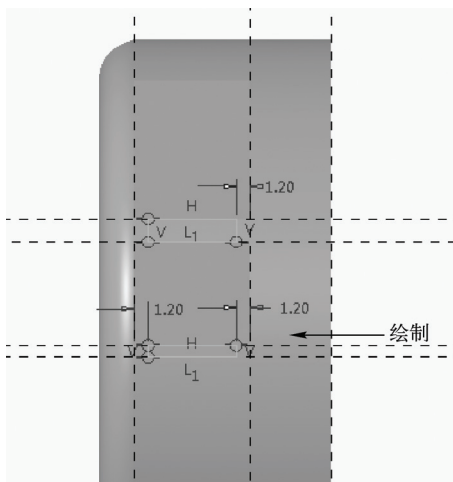

图 17-35 绘制草绘截面四
STEP 12 使用“拉伸”命令，选择“DTM2”平面作为草绘平面，接受默认的草绘视图方向和参考，单击“草绘”选项卡中的相应按钮，绘制草绘截面，如图 17-35 所示。